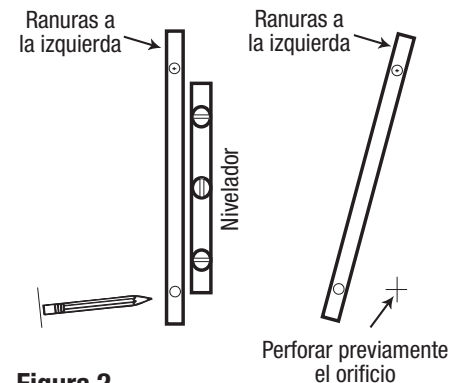

Figura 2
**Paso 5:** Con cuidado, mueva la parte inferior de los rieles hacia un lado y perforo previamente los orificios adecuados. **Figura 2.**